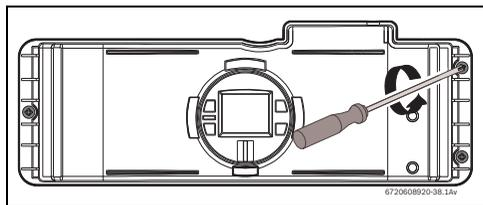
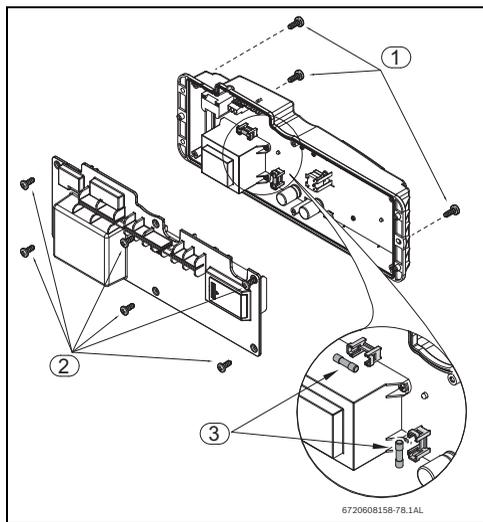

Fig. 57
Fig. 58 Localização dos fusíveis
- ▶ Desapertar três parafusos na frente da caixa electrónica (Fig. 57 e Fig. 58, pos. 2).
- ▶ Puxar a caixa electrónica para aceder aos seis parafusos na parte posterior e removê-los, ver Fig. 58, pos. 2.
- ▶ Desapertar três parafusos na frente da caixa electrónica. (Fig. 57).